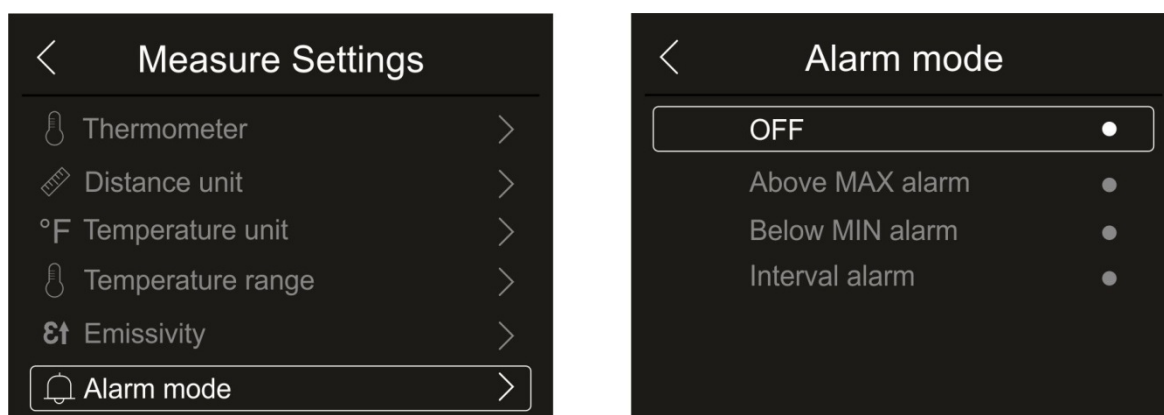

Fig. 28: Menu d'activation des seuils d'alarme sur la mesure
1. Touchez l'élément « Alarm mode » pour activer les seuils d'alarme acoustique sur la mesure de température associée aux objets insérés sur l'image (curseur, points, lignes et zones) associés à la fonction « Alarm » du menu principal (voir §). La Fig. 28 – partie droite s'affiche à l'écran :